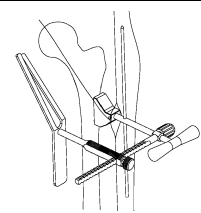

図2
- 皮切後、アングルガイドに A/P ストロークガイド及びアングルチェッカーを取り付け、大腿骨外側皮質面にあてがい、イメージインテンシファイヤー（X線透視）で確認しながら 3.2 ガイドピン刺入位置を決定します。（図2）